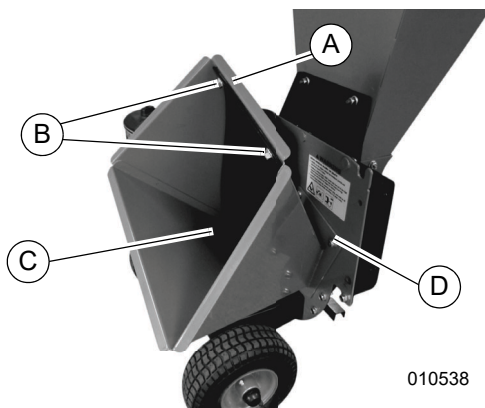

Figure 2-8. Montage de la goulotte de déchiqueteuse
1. Voir Figure 2-8. À l'aide d'une clé de 7/16 po et une de 3/8 po, retirer un écrou-frein (A) de l'une des vis du volet de goulotte de déchiqueteuse (B), placer celui-ci dans la goulotte de déchiqueteuse (C) et remonter l'écrou-frein sans serrer. Répéter avec le deuxième écrou-frein. Serrer complètement les deux écrous-freins.
2. Attacher la goulotte de déchiqueteuse sur les goujons de carter et l'attacher avec trois écrous-freins à embase de 5/16-18 (D) à l'aide d'une clé de 1/2 po.